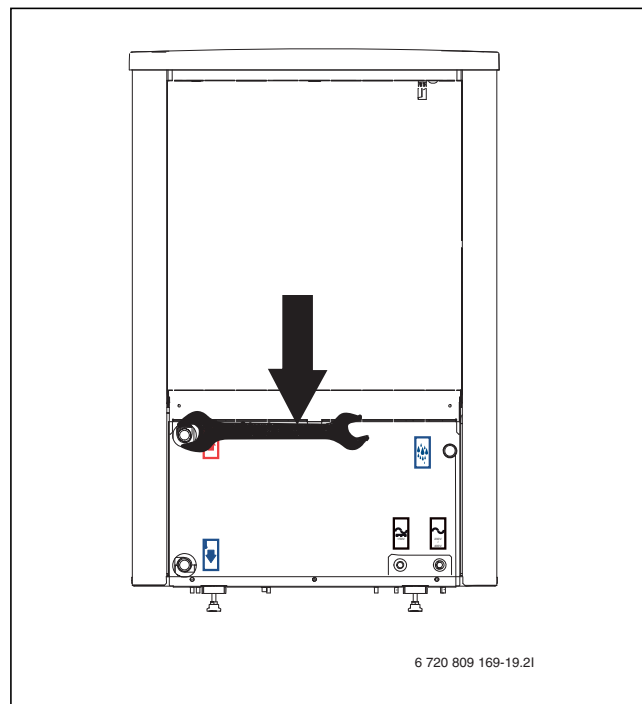

Bild 14 Wärmepumpenanschlüsse. Anziehen.
- Anschlüsse der Wärmeträgerrohre mit einem Anzugsmoment von 120 Nm anziehen. Die Kraft nach unten richten (siehe Abb. 14) um eine seitliche Belastung des Kondensators zu vermeiden.